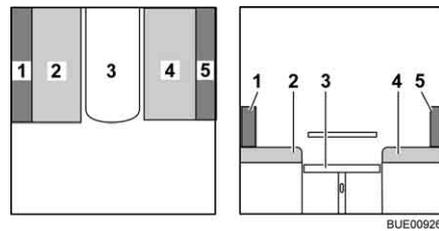

Fig. 89 Durante la transformación
- Quitar el cojín del respaldo (Fig. 89,5) y ponerlo a un lado.
- Tirar del cojín del asiento (Fig. 89,2) hacia el centro.